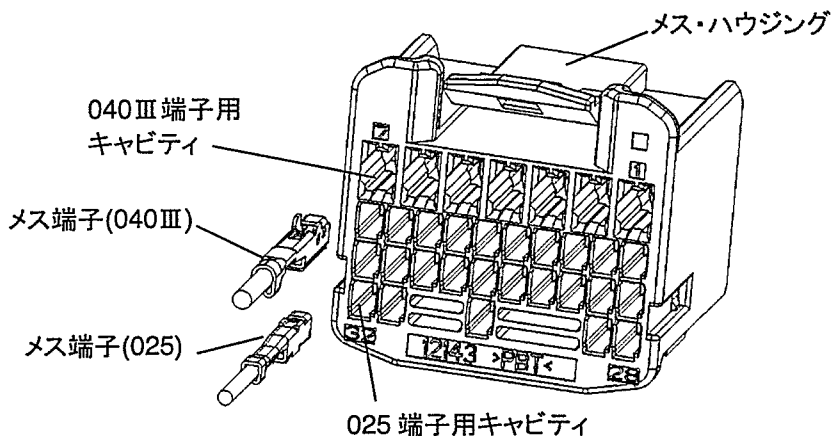

Fig. 9
(4) Fig. 9のような向きにメス端子をキャビティ(穴)に挿入します。ランス(025: 端子ランス、040Ⅲ: ハウジングランス)が係止され、それ以上挿入できなければ挿入作業は完了です。
(5) 電線を 20N 以下で引張り、端子が抜けないことを確認して下さい。